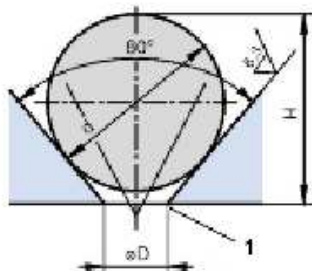

图 36: 浇口几何尺寸
- 热流道喷嘴的功能受浇口直径  $\varnothing D$  (=> Fig. 36) 的影响较大。